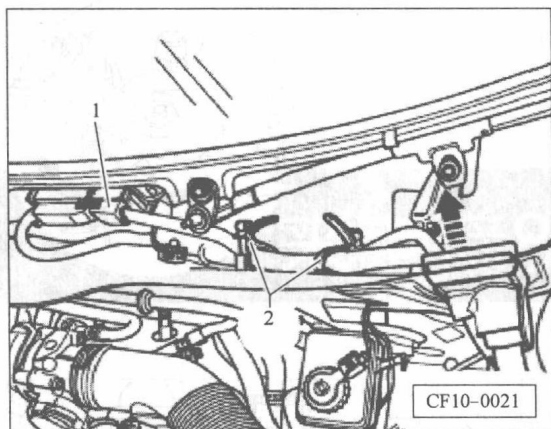

图 2-3 拔下线束插头
- ⑧ 从发动机控制单元上拔下线束插头 1,见图 2-3。
- ⑨ 松开卡子 2,沿箭头方向拔出线束压板,见图 2-3。